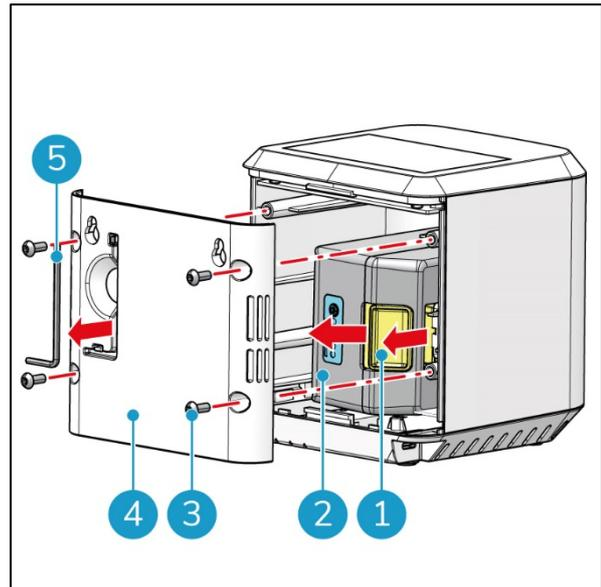

Abbildung 7
1. Bauen Sie die vier Innensechskantschrauben (Abbildung 7, Pos. 3) mit dem Innensechskantschlüssel (Abbildung 7, Pos. 5) aus.
2. Nehmen Sie die Rückwand (Abbildung 7, Pos. 4) des i-sense ab.
3. Entnehmen Sie den Akku (Abbildung 7, Pos. 2), indem Sie die gelbe Taste drücken (Abbildung 7, Pos. 1). Setzen Sie ihn in umgekehrter Richtung ein.